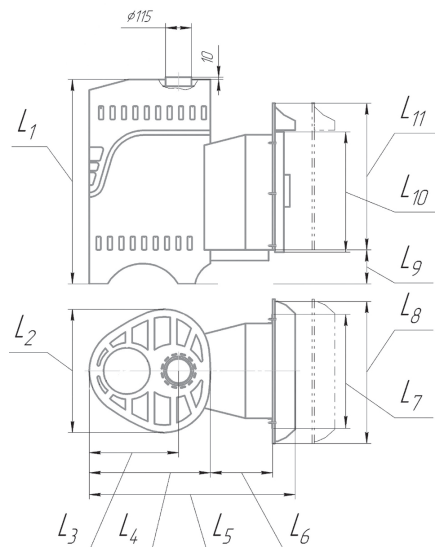

Рисунок 4.1. общий вид печи, с нанесенными основными размерами.
4.1. На рис. 4.1 показан общий вид печи с обозначенными основными размерами.